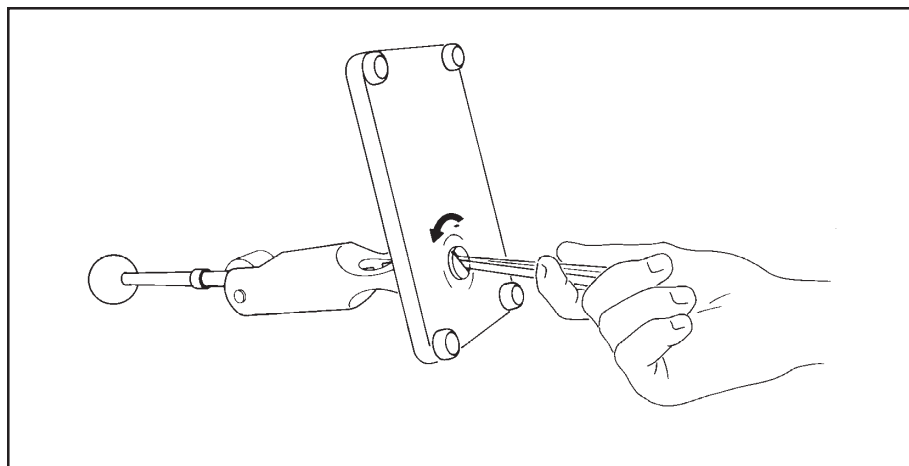

Abbildung 2
2. Lösen Sie die Rändelschraube an der Säule der Probenpresse (siehe Abb. 2)